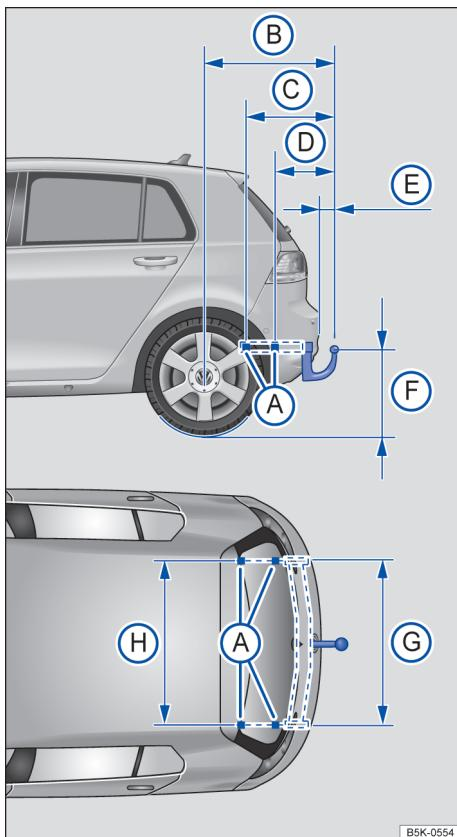

Fig. 153 Dimensões e pontos de fixação para instalar um dispositivo de reboque posteriormente.
Na instalação posterior de um dispositivo de reboque, as medidas de distância devem ser obrigatoriamente respeitadas → Fig. 153. A menor medida indicada do centro da rótula de engate até a pista (F)